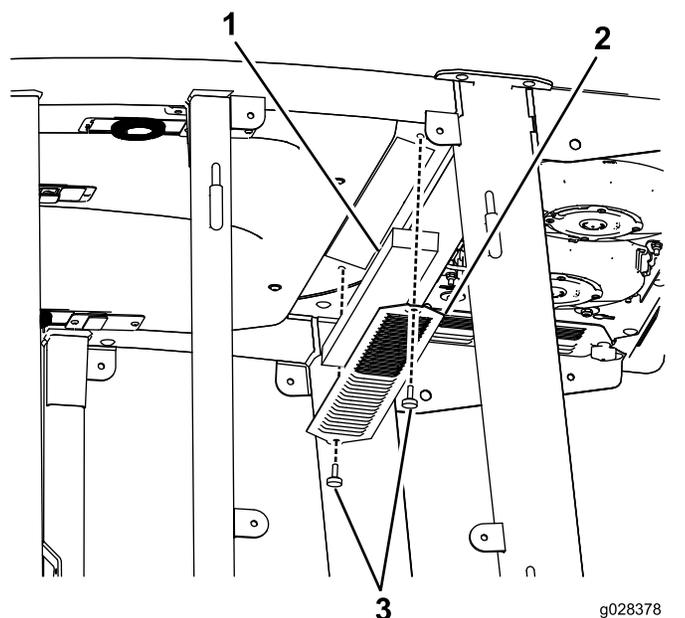
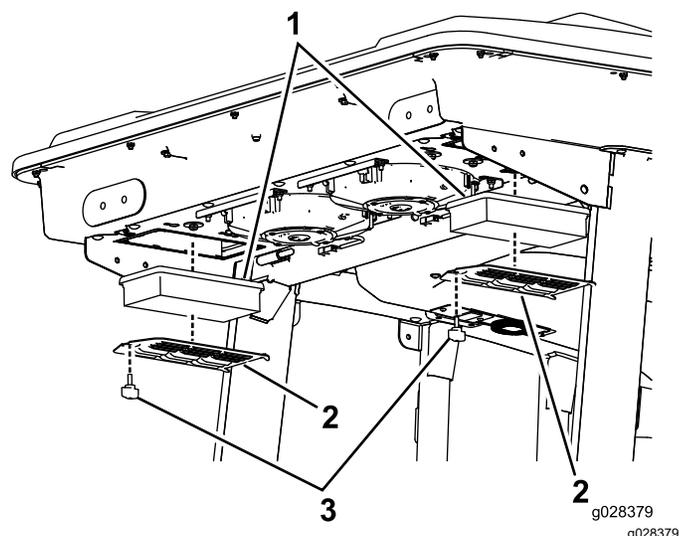
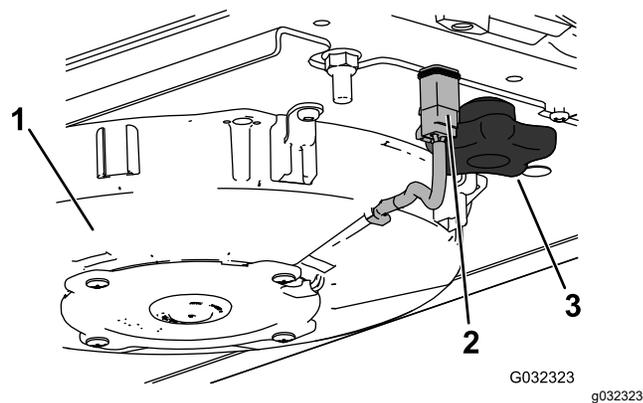
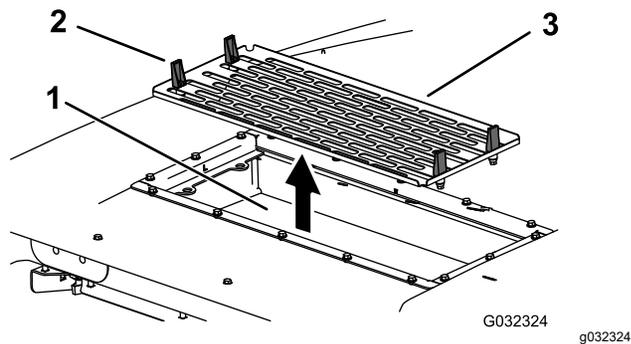

Figura 93
Figura 94
Figura 96
Figura 97
1. Rimuovete le viti e le griglie sia dal filtro dell'aria interno alla cabina, sia da quello sulla parte posteriore della cabina (Figura 93 e Figura 94).
4. Togliete i filtri dell'aria (vedere Figura 94).
6. Installate i filtri dell'aria, la griglia e il gruppo ventola (Figura 94, Figura 96 e Figura 97).
7. Collegate il filo per ciascuna ventola (Figura 96).